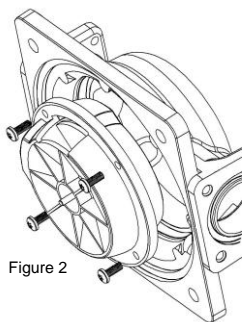

Figure 2
La chambre du compteur comporte des chambres supérieures et inférieures, un disque oscillant et quatre vis (Figure 2).
- 2) La chambre du compteur peut être dégagée en enlevant les quatre vis (voir Figure 2).